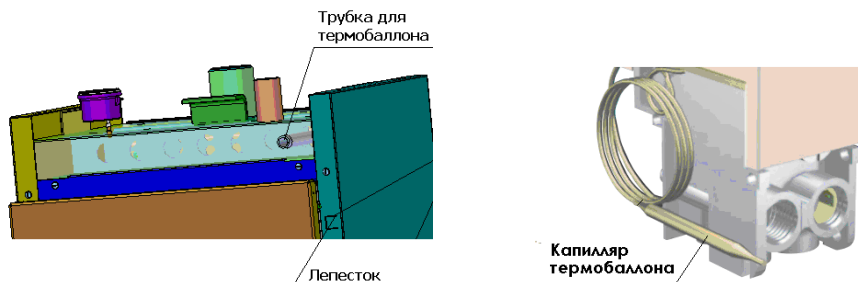

Рис.17 Установка термобаллона
6.4 Медную трубку (капилляр) термобаллона термодатчика горелки (**рис.17**) развернуть и протянуть по правой боковине котла, заправив вместе с проводами за лепестки.
снять с термостата колпачок, совместить термостат с отверстиями с нижней стороны крышки котла (шайба на крышке), закрепить 2-мя винтами из комплекта термостата. Выводы термостата соединить проводами с автоматикой SIT 820NOVA. Капилляр от термостата вставить в трубку термобаллона (рис.17). Поставить колпачок на место.